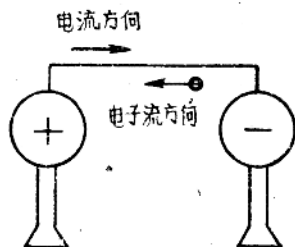

图1.7 电流的产生与方向
如图1.7，在正、负两带电体之间用导线连接，负极上多余的电子就会沿着导线跑向缺少电子的正极，但这些电子并非直接跑向正极，而是通过一个个的原子传递过去的，比如以一个电子来说，当它进到导体负端第一个原子时，第一个原子在外力作用下接纳了它，而同时又排挤出去另一个电子进入第二个原子，第二个原子又排挤出去另一个
2. 电流的方向。电子运动的方向是由负到正，这叫电子流的方向，而我们习惯上则说电流的方向是由正到负，这与电子流的方向恰恰相反（如图1.7）。这是因为在确定电流方向的时候，人们还没有发现电子的存在，以为正电荷可以运动，并认为正电位高于负电位，因此就确定电流的方向是从正到负，这是实用上的电流方向，因为人们已沿用习惯，许多定则、定律又都是按这个电流方向确定下来的，同时它对于解释各种电的现象并无妨碍，因此就没有修改的必要。今后我们所说的电流方向也都是指由正到负的习惯方向。
①按照传导的形式可分为传导电流、离子电流和位移电流三种：